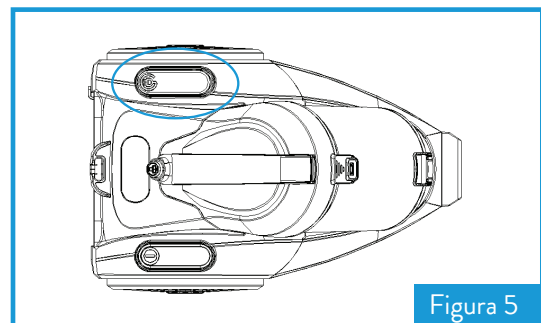

Figura 5
- Coloque el enchufe de la aspiradora en el tomacorrientes y presione el botón de encendido para poner la aspiradora en funcionamiento, **figura 5**.